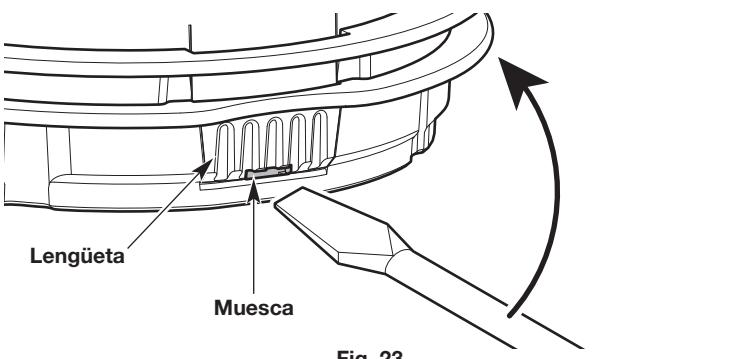

Fig. 23
- Inserte un destornillador de cabeza plana en la ranura de la lengüeta (Fig. 23).
- Incline levemente el destornillador hacia arriba y sosténgalo en el lugar (Fig. 23).